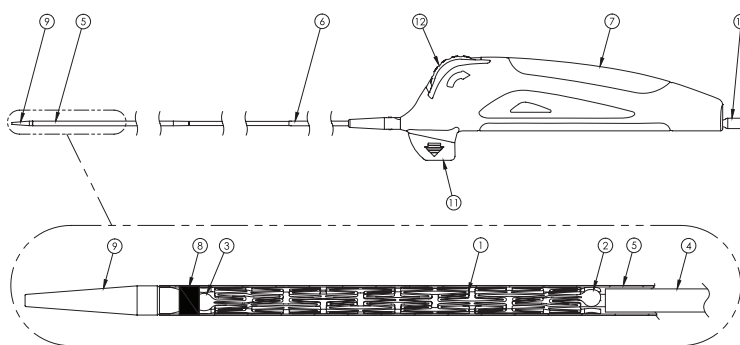

Figura 1. Stent autoexpandible venoso Abre™
- El stent autoexpandible Abre™, tal como se muestra en la Figura 1, está cortado de un tubo de aleación de níquel y titanio (nitinol) en un diseño de celda abierta (1), con marcadores de nitinol integrados en los extremos final (2) e inicial (3) del stent. En el momento de la liberación, el stent Abre ejerce una fuerza radial para obtener la permeabilidad necesaria.
- El sistema de colocación Abre™, tal como se muestra en la Figura 1, presenta un diseño de eje triaxial, compuesto por un conjunto de eje interno (4), una vaina replegable (plateada, 5), una vaina de aislamiento (azul, 6) y un mango ergonómico (7). El conjunto de eje interno termina en una punta de catéter flexible (9) y comienza en el conector luer (10). El mango de liberación (7) dispone de un pasador de bloqueo extraíble (11), una ruedecilla (12) y un conector luer (10).
- Los marcadores radiopacos, en los extremos proximal y distal del stent, sirven para guiar la colocación del stent Abre en la lesión objetivo antes de liberarlo. En el mango de liberación se encuentra un solo conector luer. La ruedecilla del mango de liberación se gira para tirar hacia atrás de la vaina replegable (plateada). Un pasador de bloqueo impide que el stent se libere antes del momento de su uso, y debe retirarse para accionar la ruedecilla. El stent Abre se habrá liberado totalmente cuando el marcador radiopaco (8) de la vaina replegable (plateada) sobrepase la posición de los marcadores de nitinol integrados situados en el extremo final del stent. Una vaina de aislamiento de diseño exclusivo (azul, conectada al mando de despliegue) aumenta el control y la precisión de la colocación del stent.